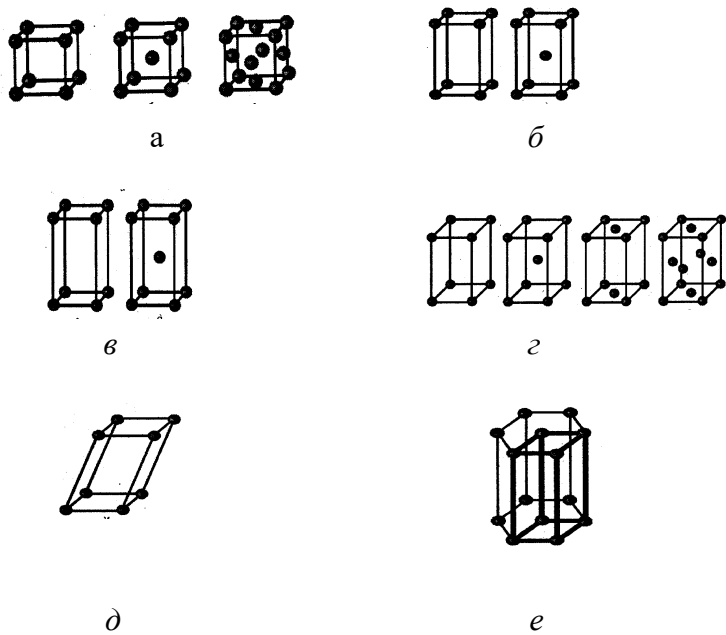

Рис.2
1.1.67. Представленная схема соответствует тетрагональной решетке (рис.2)...